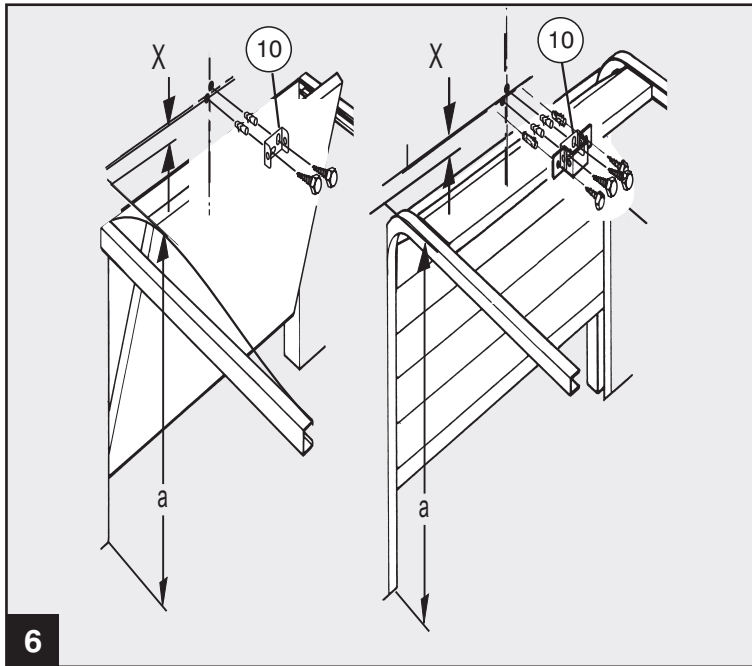

Fig. 6 - Montage de la fixation murale
4. Déterminer le point le plus haut de la glissière de la porte hauteur A (voir fig. 6).
Reporter sur le linteau de porte le point le plus haut (fig.6)(a) de la glissière de porte (établi lors de la préparation du montage) plus l'écartement x .